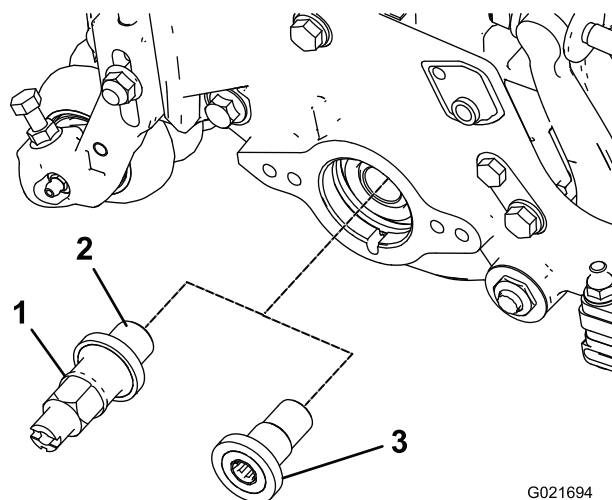

Figura 9
18. Utilizzando l'utensile per l'albero di trasmissione del cilindro, togliete l'inserto scanalato dal lato azionamento del groomer dell'albero del cilindro (Figura 9).